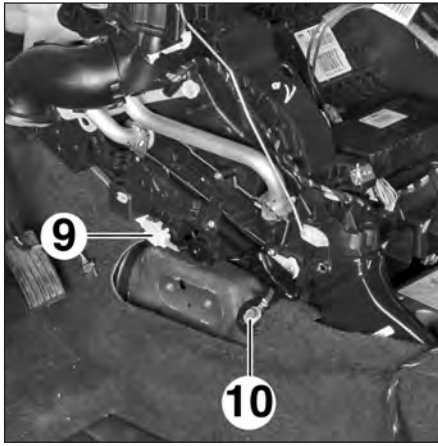
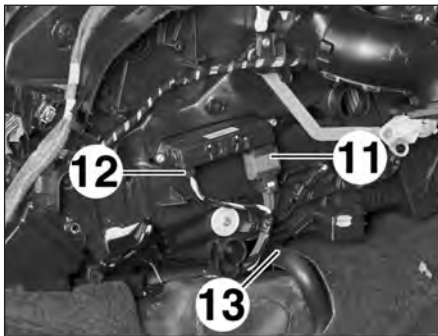

FIG. 11
FIG. 12
- le connecteur (9) (Fig.11),
- la masse (10),
- les connecteurs (11) et (12) côté droit du bloc de chauffage (Fig.12),
- le tuyau d'évacuation de la condensation (13).